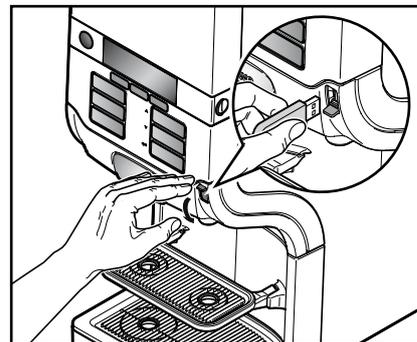

Fig. 23
- Insira a chave USB „tiragem temporária de bebidas“ na conexão USB da máquina. (Fig. 23)